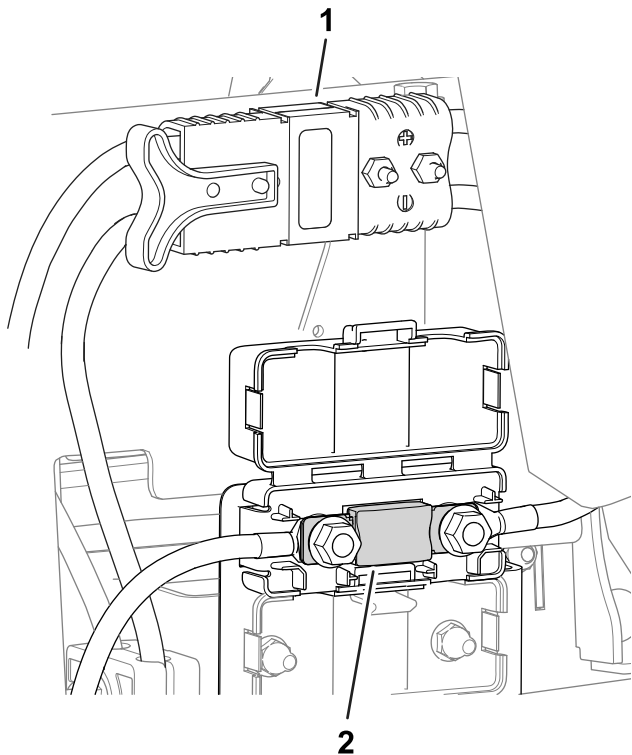

Figure 46
- Le fusible du système électrique se trouve sous les connecteurs principaux (Figure 46).